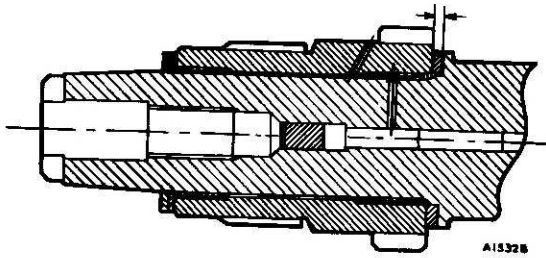

Fig. A.16
- (6) Controllare il gioco assiale dell'ingranaggio primario (Ved. la Fig. A.16) Montare la rosetta reggispinta interna con la circonferenza smussata del foro rivolta verso la flangia dell'albero a gomiti.
- (7) Sostituire la guarnizione paraolio dell'ingranaggio primario se essa presenta segni d'usura o di altri danni. Per quest'operazione usare l'attrezzo 18G 134 e l'adattatore 18G 134 BC. La guarnizione può essere estratta senza rimuovere la scatola e senza scaricare l'olio dal carter della trasmissione (Ved. la Sez. A.30).
- (8) Per evitare di danneggiare il paraolio di gomma, rimontare la scatola con l'attrezzo 18G 1043. L'attrezzo 18G 570 deve essere usato solo nel caso di paraolio di tipo ante-modifica. Prima di rimontare il paraolio, lubrificarlo e sostituire la guarnizione della scatola.
- (9) Serrare i dadi e le viti alla coppia prescritta, riportata nelle CARATTERISTICHE PRINCIPALI. E' indispensabile che le viti vengano avvitate nei fori da cui furono estratte.